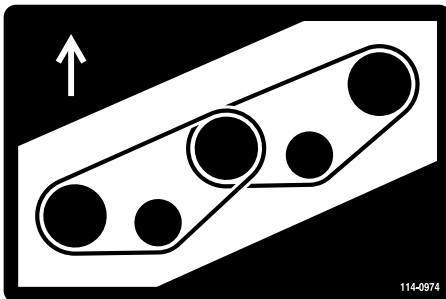
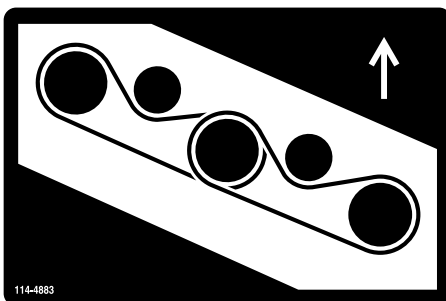

Figura 85
Figura 86
- Pase la correa nueva alrededor de las poleas de los ejes y del conjunto de la polea tensora, según se muestra en Figura 85 y Figura 86.